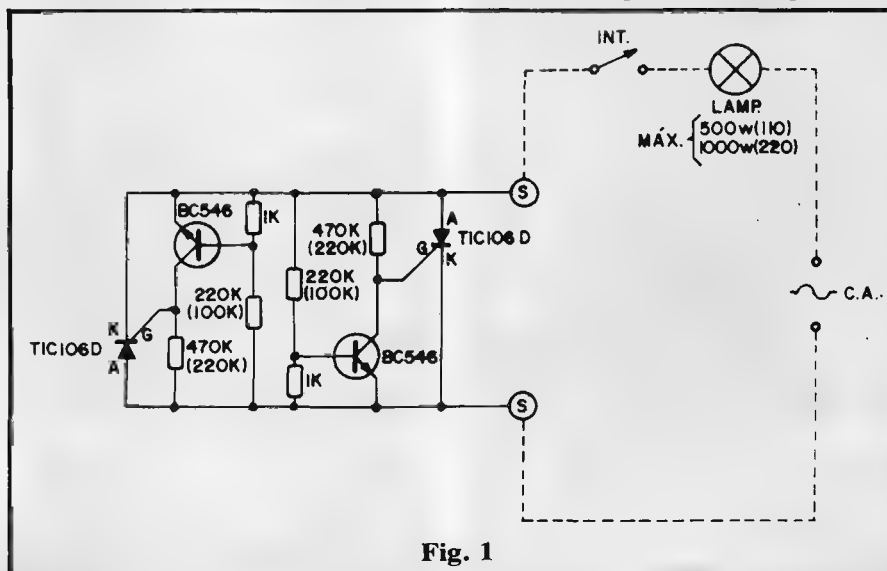

Fig. 1
A fig. 1 mostra o simples diagrama do circuito do PROTELAMP, em seus dois módulos simétricos e opostos (em polaridade), de modo a promover o controle de acionamento momentâneo da lâmpada em ambos os ciclos da C.A. Cada um dos módulos é formado por um SCR (Retificador Controlado de Silício), componentes de "mão única", capaz, portanto, de determinar o chaveamento da lâmpada em apenas um dos semiciclos da C.A. (já que os ditos SCRs encontram-se, no circuito, opostamente polarizados...).
- Tanto no “esquema” (fig. 1) quanto no “chapeado” (fig. 3), os valores estão originalmente dimensionados para rede de 220V. Se o PROTELAMP destinar-se ao